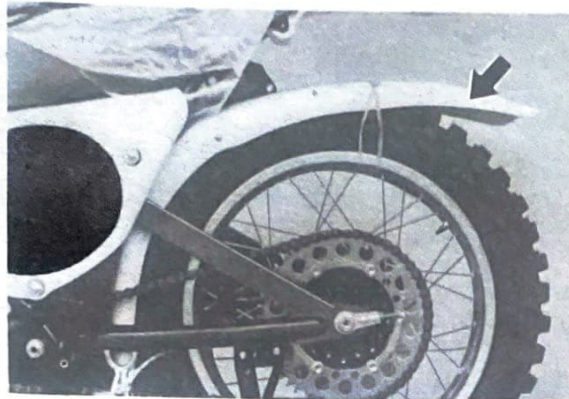

Fig. 7
- b. Take out the front fender which is placed between the rear wheel and the rear fender, and take out the front wheel. (Fig. 7)
- b. Sortir le garde-boue avant, qui se trouve entre la roue arrière et le garde-boue arrière, puis sortir la roue avant. (Fig. 7)